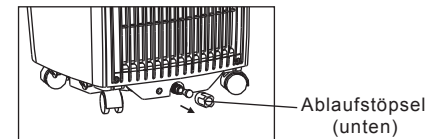

Abb. 23
- Wenn der Wasserstand in der Bodenwanne ein bestimmtes Niveau erreicht, gibt das Gerät 8 "Beep"-Töne ab und im Display erscheint "P1". Der Klimatisierungs-/Entfeuchtungsprozess stoppt sofort. Der Lüftermotor läuft jedoch weiter (das ist normal). Bewegen Sie das Klimagerät vorsichtig zu einer Stelle, wo Sie den Ablaufstöpsel entfernen und das Wasser abfließen lassen können (Abb. 23). Schalten Sie das Gerät neu an und die Anzeige P1 verschwindet. Wenn der Fehler weiter auftritt, kontaktieren Sie bitte den technischen Dienst.